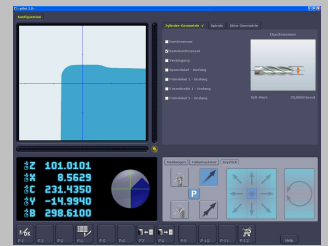

Bild 4
2. Mit **Schnittstellen wie »num«** (Bild 4) ANCA »mts«, »Schütte«, »Schneeberger« und viele Andere mehr werden aus dem Schleifprogramm auf Knopfdruck Messdaten für das ZOLLER »genius 3« erzeugt. Die Datei wird im ZOLLER »genius 3« eingelesen, vom Anwender die gewünschten Messparameter ausgewählt und sofort im Anschluss die vollautomatische Messung ausgeführt. Die gemessenen Daten werden via Netzwerk an die Software »num« zurückübertragen und können auf Wunsch für eine automatische Korrektur des Schleifprogramms genutzt werden.